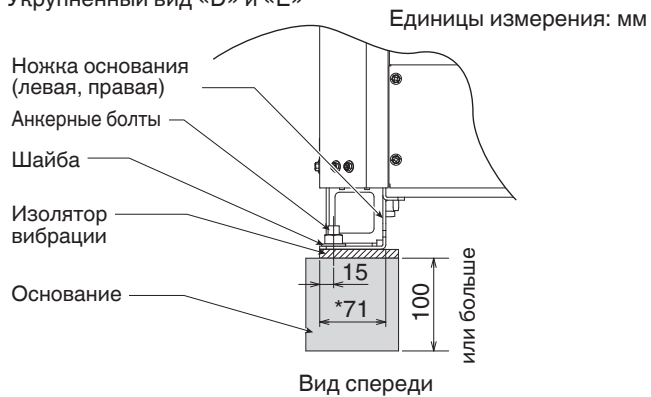

Рис. 3-4d
- (3) Необходимо надежно закрепить изолятор вибраций или аналогичное приспособление, чтобы обеспечить ширину и глубину 100 мм для ножек основания. (См. размеры, обозначенные звездочкой на Рис. 3-4d - 3-4f.) Используйте для закрепления при установке верхнюю шайбу, размеры которой превышают размеры отверстия.